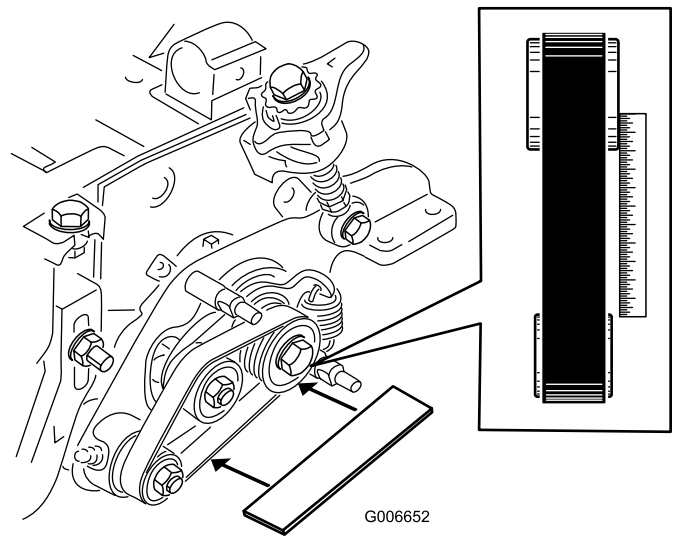

Figura 12
- Coloque una regla contra la cara exterior de la polea de transmisión (Figura 12).